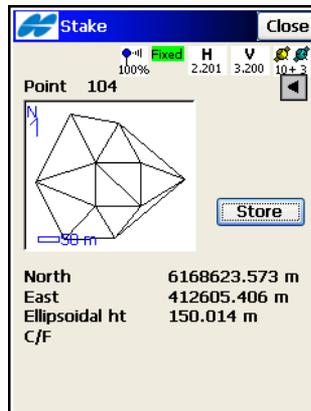

Abbildung 9-50. GPS-Absteckung
6. Im GPS+-Modus nutzen Sie die Angaben im Fenster *Abstecken*, um den Zielpunkt zu suchen. Tippen Sie auf **Speich**, wenn die Position nah genug an der Sollposition liegt (Abbildung 9-50 auf Seite 9-41).